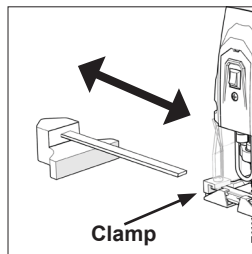

Fig. 11
- Posizionare il morsetto nella posizione richiesta sul lato destro o sinistro della piastra dell'utensile subito davanti alla lama. (**Fig. 11**).
- Far scorrere il braccio della guida parallela attraverso il morsetto e attraverso le due (2) feritoie rettangolari sulla piastra.